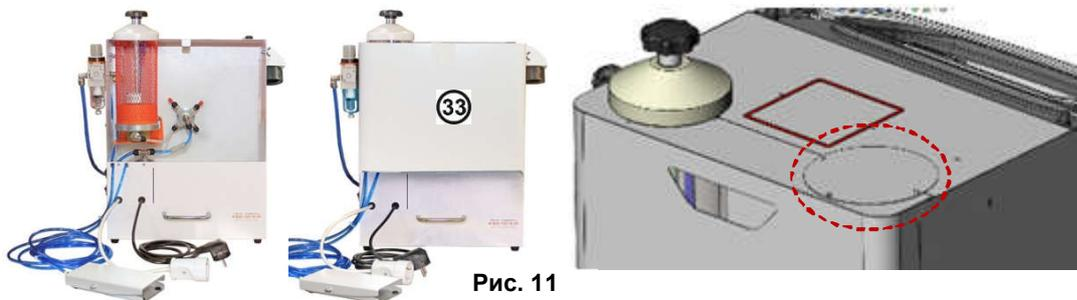

Рис. 11
4.2.8 Крышка (33) закрывает задний отсек корпуса, рис.11. Для установки крышку завести в проем корпуса, снизу резиновые втулки завести между стенками, сверху зафиксировать магнитом.
Для установки второго **МС** на заднюю стенку - снять заглушку на верхнем торце задней крышки, открутив три винта с гайками, рис.11.